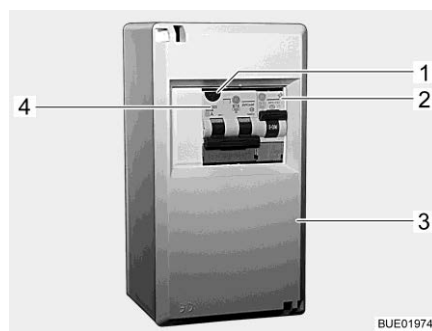
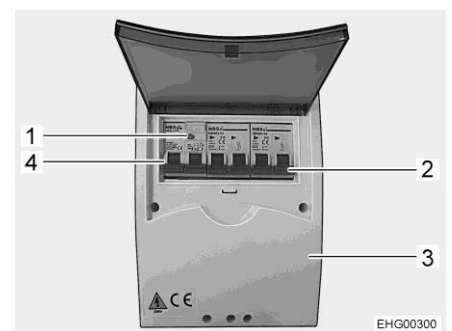

Bild 186 230 V-säkringslåda
Bild 187 230 V-säkringslåda (variant)
- Koppla från ledningsskyddsbrytarna (Bild 186,2, Bild 186,4 eller Bild 187,2, Bild 187,4) i säkringslådan (Bild 186,3 eller Bild 187,3).
- När fordonen är anslutet till 230 V-försörjningen, tryck på kontrollknappen (Bild 186,1 eller Bild 187,1) på den kombinerade jordfelsbrytaren/ledningsskyddsbrytaren (Bild 186,4 eller Bild 187,4) i säkringslådan (Bild 186,3). Jordfelsbrytaren måste lösa ut.